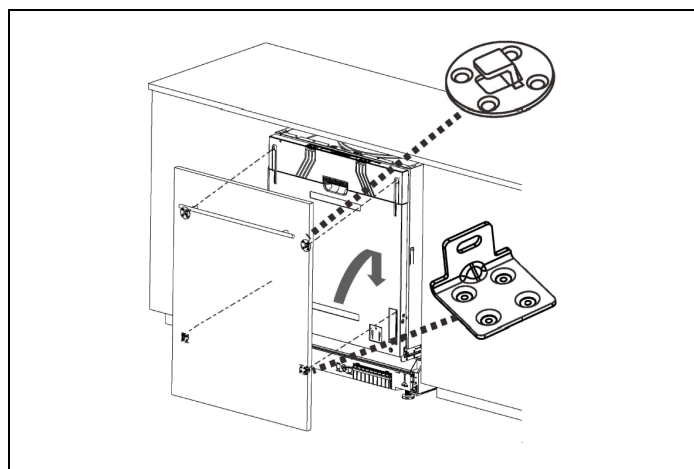
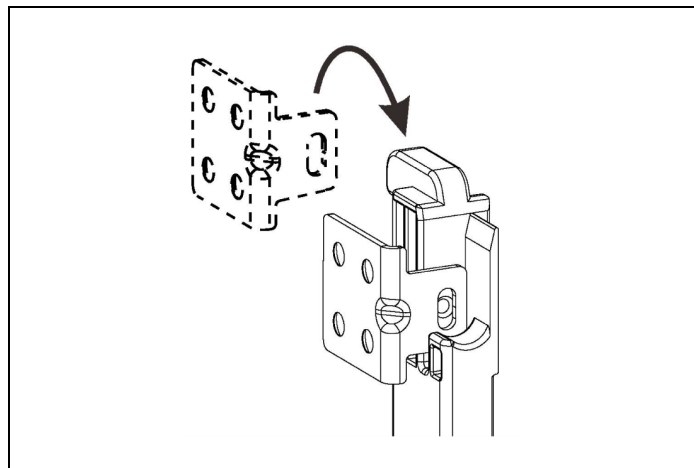

Fig. 16
Fig. 17
- 2) Fastgør krogen på det tilpassede lågepanel, og sæt den ind i åbningen på opvaskemaskinens yderlåge (Fig. 16 , Fig. 17).